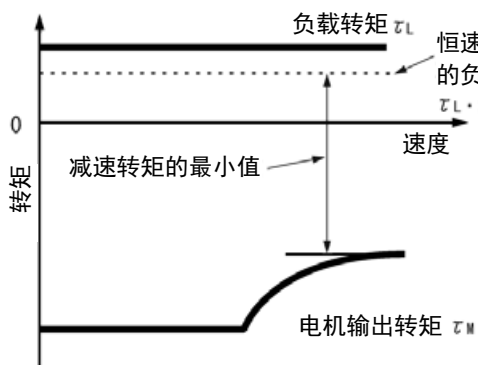
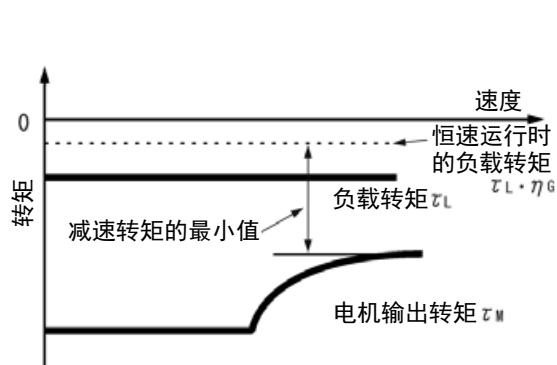

图 10.2-3 减速转矩最小值的分析示例(1)
图 10.2-4 减速转矩最小值的分析示例(2)
② 计算“减速转矩的最小值”。（参考图 10.2-3、图 10.2-4）